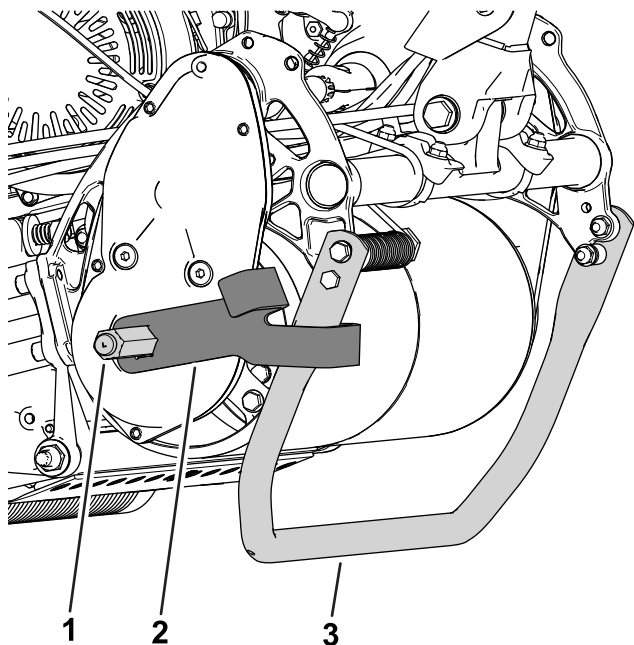

図 10
- ドラムが高位置にセットされている場合ブラケットの短い方の足をマシンに向けてシャフトに取り付ける 図 10に示すように。